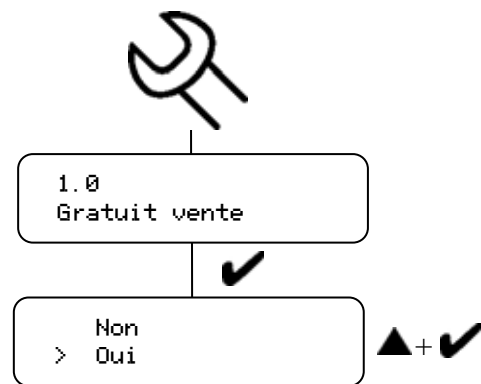

Fig. 27
7.5.1 Régler la distribution des boissons sur le mode payant (fig. 27)